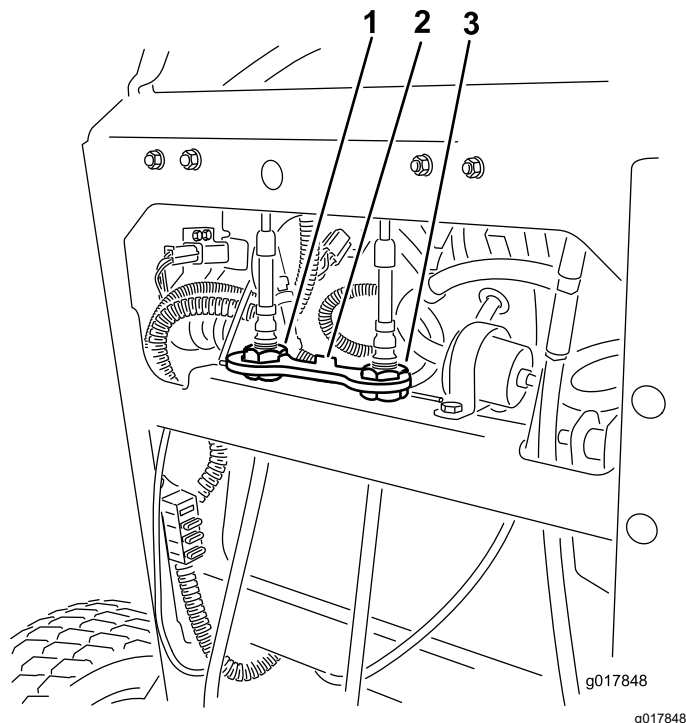

Figura 67
6. Montate il blocco del cavo sui dadi di regolazione del cavo per fissare la regolazione (**Figura 67**).